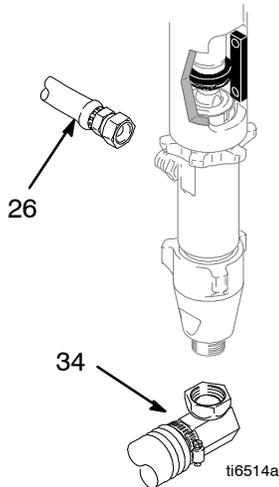

Fig. 11
3. Fig. 11 - 13. Démontez la pompe.
3. Fig. 11. Dévisser le tube d'aspiration (34) et le flexible (26) de la pompe.